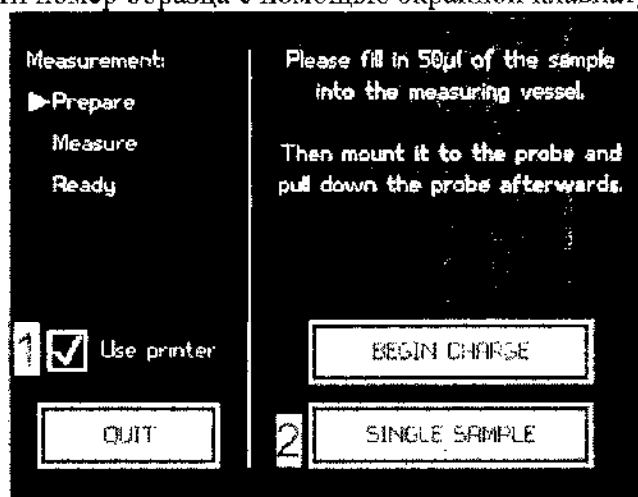

Рис. 35: Меню измерений
8. Чтобы вывести результаты измерений на бумагу, пужпо в меню измерений коснуться «Printer On» («Включить принтер») (рис. 35/1). Проверить готовность принтера к работе.
9. Для начала измерений, коснуться «Single Sample» («Один образец») (Рис. 35/2).